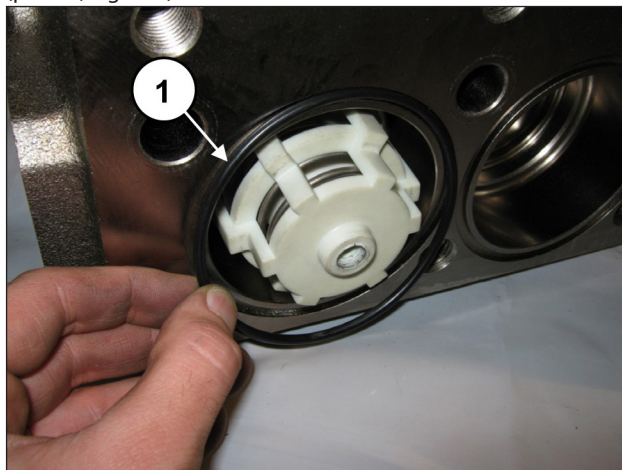

Fig. 157
Aplicar la junta tórica frontal en las válvulas de aspiración (pos. ①, Fig. 157).